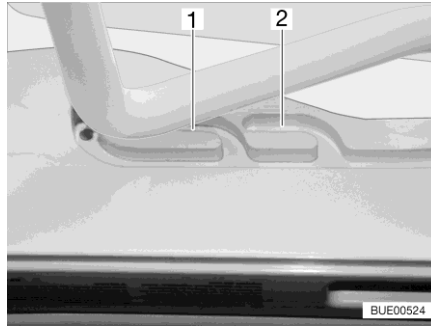
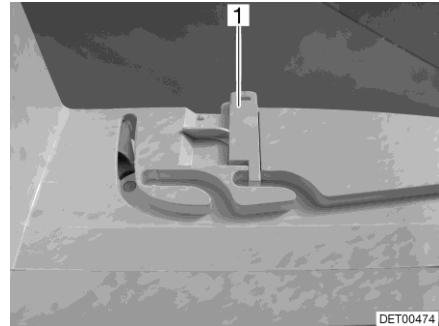

Bild 82 Spår (ventilationsläge)
Bild 83 Lås (ventilationsläge)
Heki-takluckan kan ställas i två ventilationslägen: Läget för dåligt väder (Bild 82,1) och mittläget (Bild 82,2). Beroende på modell kan takluckan låsas i mittläget med de båda spärrarna (Bild 83,1) till höger och vänster om ramen till takluckan.
- Tryck bygel lätt uppåt och skjut in den i det valda spåret (Bild 82,1 eller 2) och lås eventuellt.